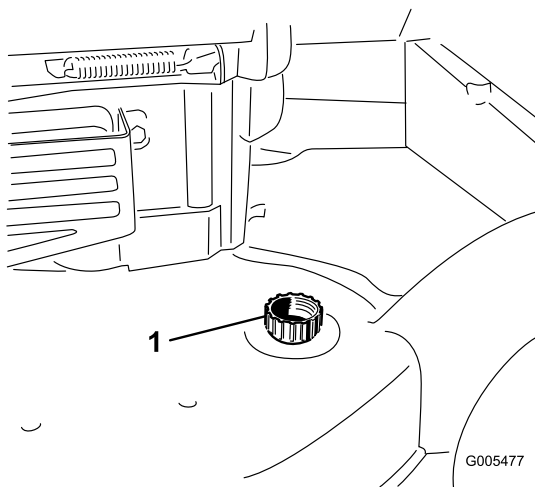

Figura 22
4. Collegate una canna da giardino al rubinetto dell'acqua e al foro di lavaggio sulla macchina (Figura 22).